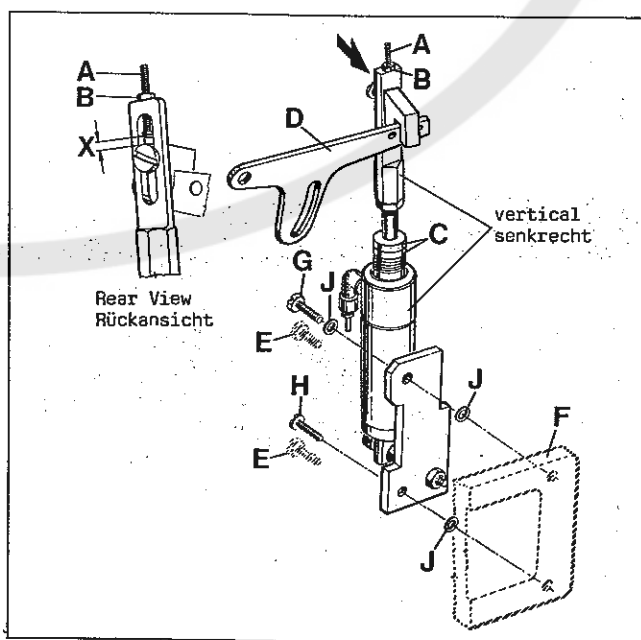

Fig.35
Assemble the pneumatic presser foot lifter, supplied with the sewing table, to the sewing machine (see Fig. 35). For this remove two hex. head screws (E) from the support bracket (F) for the thread trimmer drive. Mount the presser foot lifter with the two screws (G and H, Fig. 35) and three washers (J) so that the air cylinder with strap is vertical (standard setting). Complete the tube connections.
With adjusting screw (A, Fig. 35) the presser foot lifting can be changed. Loosen lock nut (B) and turn adjusting screw (A) down to increase the presser foot lifting or up to decrease it. Retighten lock nut (B). Removal of one or both stop rings (C) is required when presser foot lifting exceeds 2 mm (5/64 in.).
The end play (X, Fig. 35) of presser foot lifter lever (D) should be at least 1 mm (3/64 in.) before the presser foot starts lifting:
Bauen Sie den mit dem Nähstisch gelieferten pneumatischen Drückfußlifter an die Nähmaschine (siehe Fig. 35). Dazu müssen zwei Sechskantschrauben (E) aus dem Lagerbock (F) für den Fadenabschneider-Antrieb entfernt werden.
Montieren Sie den Drückfußlifter mit den zwei Schrauben (G und H, Fig. 35) und den drei Scheiben (J) so, daß der Luftzylinder mit Lasche senkrecht steht (Standardeinstellung). Stellen Sie die Schlauchverbindungen her.
Mit der Einstellschraube (A, Fig. 35) kann das Anheben des Drückfußes verändert werden. Lösen Sie die Feststellschraube (B) und drehen Sie die Einstellschraube (A) nach unten um das Anheben des Drückfußes zu vergrößern oder nach oben, um es zu verkleinern. Ziehen Sie die Feststellschraube (B) wieder an. Der Ausbau eines oder beider Anschlagringe (C) ist erforderlich, wenn der Drückfuß mehr als 2 mm angehoben wird.
Das Spiel (X, Fig. 35) des Drückfußlifterhebels (D) muß mindestens 1 mm betragen bevor der Drückfuß anzuheben beginnt.